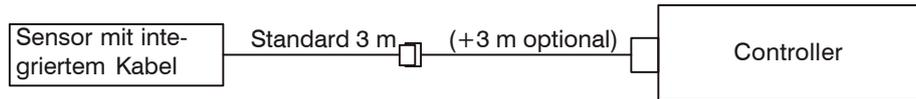

Abb. 5 Sensorkabelausführung, Sensor im Kabel integriert
- Anschluss bereits im Sensor integriert, siehe Abb. 5: Typ U05, U1, S1, oder